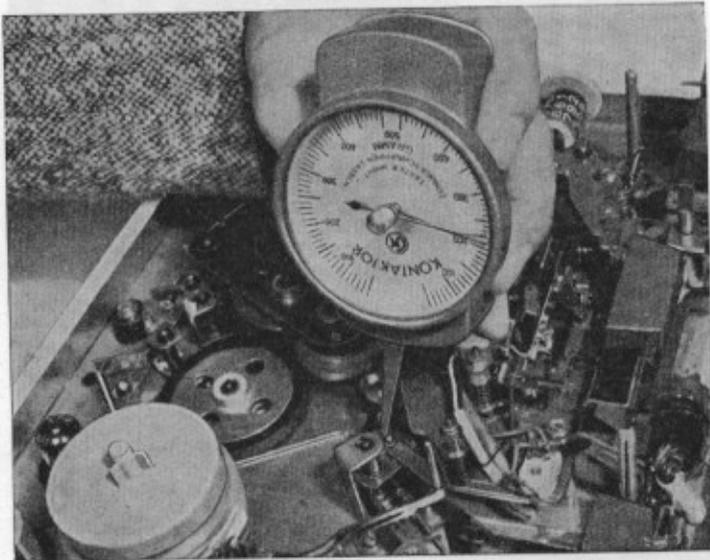

Abb. 15
9. Einstellen der Einzugskraft des Zwischenrades (s. Abb. 15)